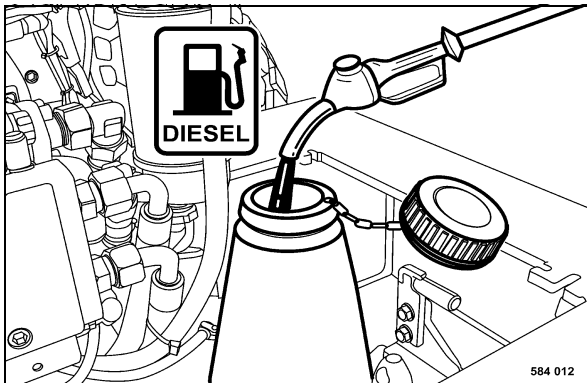

fig. 123
- Ouvrir le couvercle de fermeture (fig. 123) du réservoir à carburant.